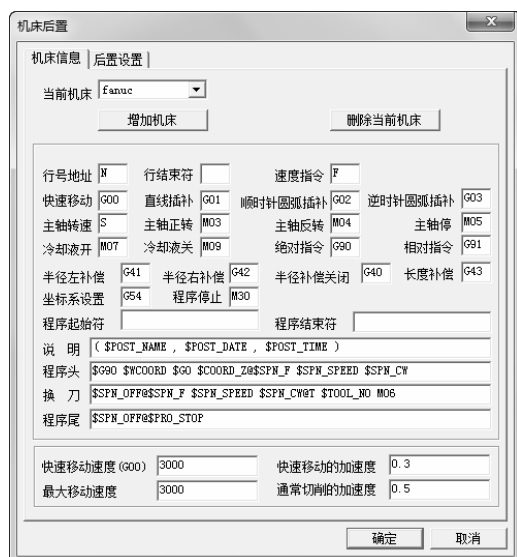

图 3-3 “机床后置”对话框
1) 选择“加工”→“后置处理”→“机床后置”命令, 弹出“机床后置”对话框, 如图 3-3 所示。